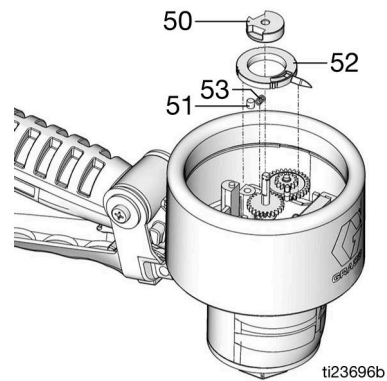

FIG. 16
4. Utilice una llave hexagonal para quitar el tornillo de fijación del tapón. Retire el tapón (50), la clavija (51), el muelle (53) y el puntero inferior (52) (FIG. 16).